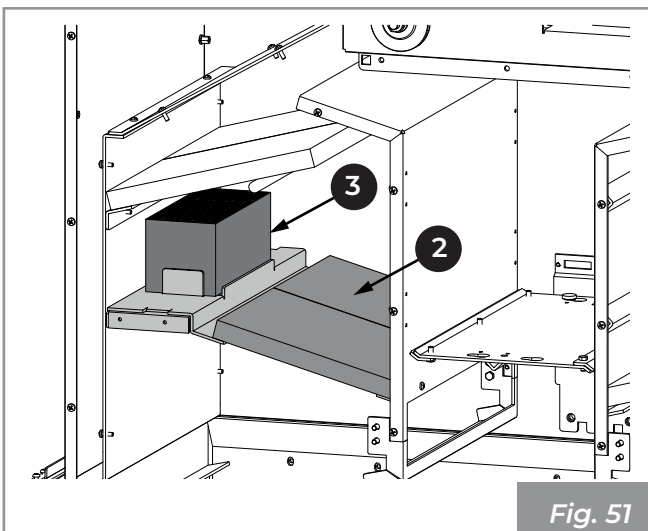

Fig. 51
5) Desensartar y sacar los paneles (2) (Fig. 51).
6) Desensartar y sacar las juntas tóricas (3).